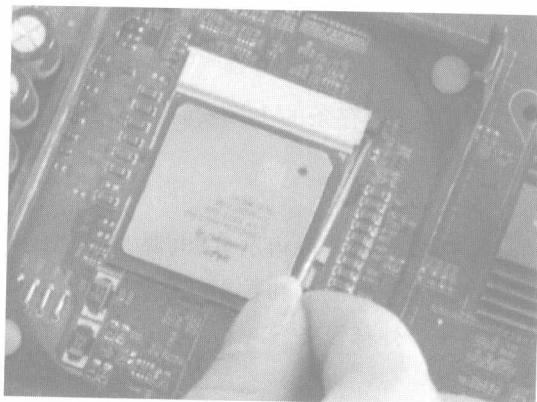

图 1.5 固定 CPU
(3) 对准后,平稳地将 CPU 引脚插入 Socket 插座中,确认无误后,轻压 CPU,使引脚与插座完全结合,接着放下 CPU 插座上的锁杆,将 CPU 固定在主板上,如图 1.5 所示。